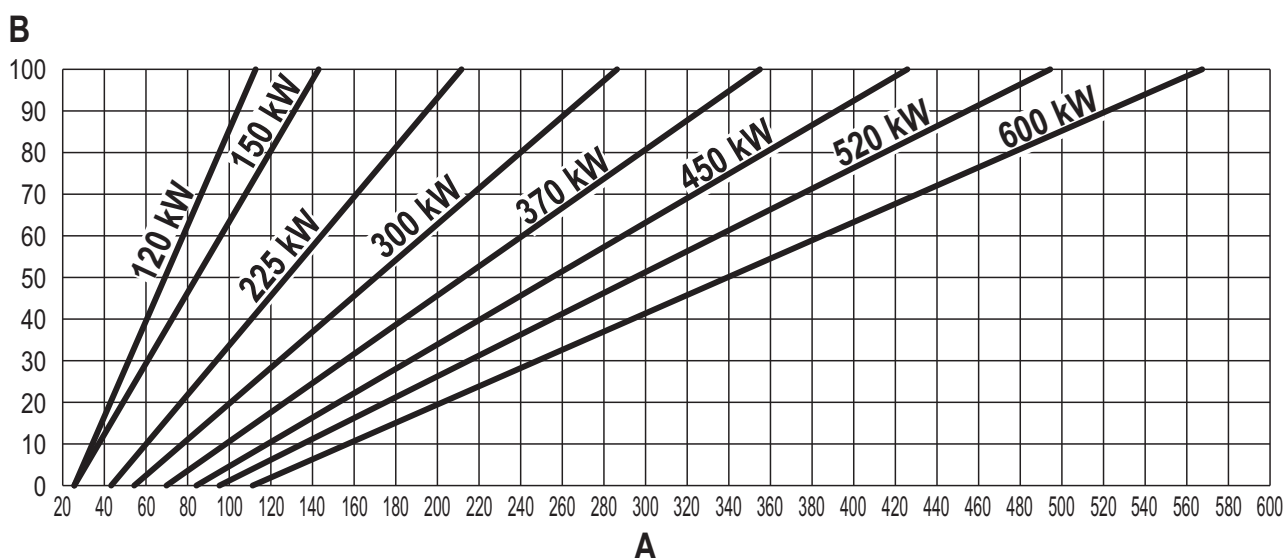

fig. 100
- Pulse las **teclas contextuales 1 y 2** para aumentar o disminuir la capacidad térmica (mínima = 00 - máxima = 100). Vea el diagrama "Regulación de la capacidad térmica" (fig. 100).